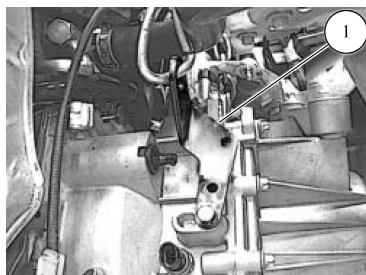

图 4-18 安装动力装置提升支架
- 39) 安装动力装置提升支架 1, 如图 4-18 所示。